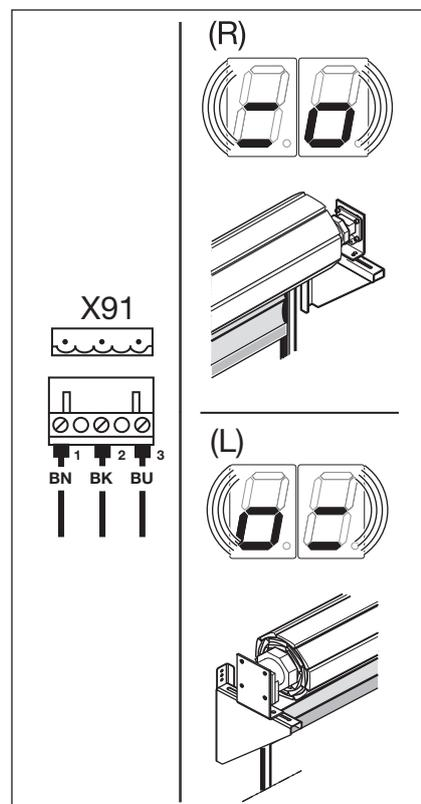

Abb. 6-3: Motoranschluss X91, Anzeige der Montageart Rechts (R), Links (L)
2. Der Motoranschluss wurde entsprechend Abb. 4-6 / Abb. 6-3 durchgeführt.
3. Die Steuerung ist im Programm-Menü **01** entsprechend Abb. 6-3 auf Montageart Rechts **□ (R)** programmiert (siehe Kap. 6.6.1).
- ▶ Sollte sich durch eine andere Montage (z. B. Montagart Links) des Antriebsmotors das Tor in die Gegenrichtung bewegen, kann durch Programmierung in Programm-Menü **01** die Steuerung entsprechend Abb. 6-3 auf Montageart Links **□ (L)** umgestellt und damit die Drehrichtung geändert werden (siehe Kap. 6.6.1).